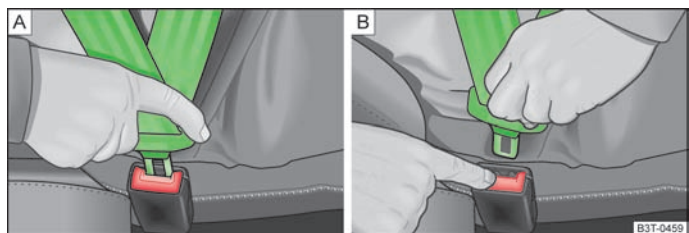

Fig. 79 Colocar / retirar o cinto de segurança
- Insira a lingueta de fecho na caixa de travamento do cinto pertencente a esse banco » [Fig. 79 - \[A\]](#), até a mesma encaixar audivelmente.
- Pressione o botão vermelho na caixa de travamento do cinto » [Fig. 79 - \[B\]](#), a lingueta de fecho salta.